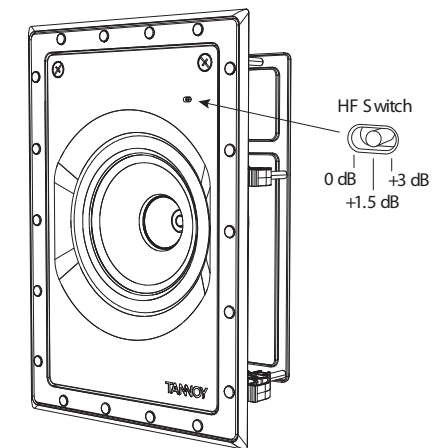

図 14. HF スwitch の位置
2. HFスイッチには 3 つの位置があり、0 dB はフラットです。部屋の位置や音響条件に合わせて、必要に応じて調整してください (図 14)。(QCI 6DC IW では使用できません)。